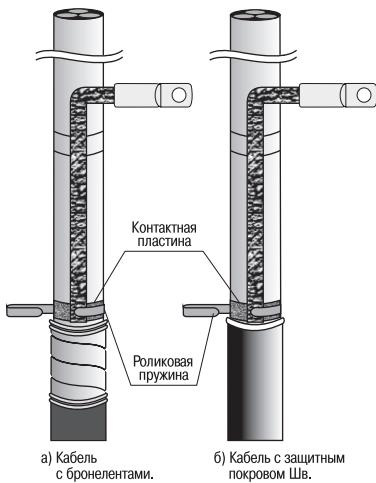

Рисунок 4
4.10 Распустить свободный конец провода заземления на расстоянии не менее 100 мм, разложить его на защищенных поверхностях оболочки поверх терки в направлении конца кабеля и прижать его к терке одним витком роликовой пружины (рисунок 4).